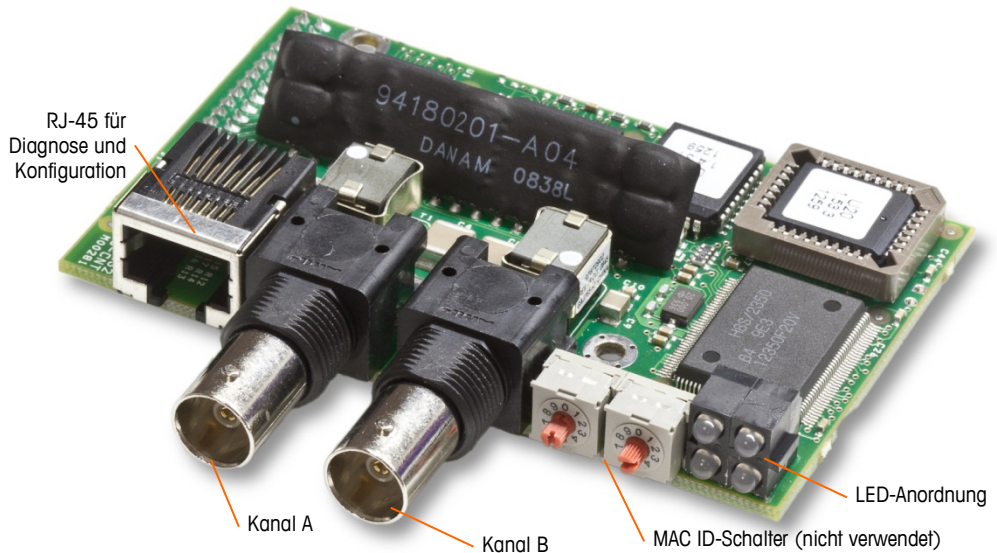
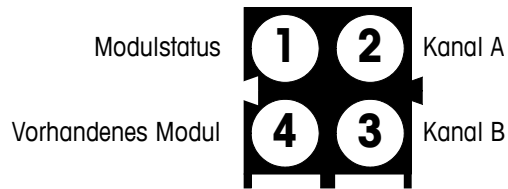

Abbildung 2-99: ControlNet PLC-Modulanschlüsse und Komponenten
Abbildung 2-100: ControlNet-Statusanzeigen-LEDs
Das ControlNet PLC-Modul (Abbildung 2-99) wird über ein oder zwei Koaxialkabel mit dem ControlNet-Netzwerk verbunden (Abbildung 2-100). Kanal B ist mit Kanal A redundant und wird erst dann verwendet, wenn ControlNet kein Signal auf Kanal A erkennt. Beachten Sie, dass die Adresse des Moduls in der Software festgelegt ist und dass die MAC ID-Schalter, die in Abbildung 2-99 dargestellt sind, nicht verwendet werden.
- Es darf **kein** Ethernet-Kabel in den RJ-45-Steckanschluss eingesteckt werden (siehe Abbildung 2-99 links). Das IND780 kann ansonsten beschädigt werden.
Abbildung 2-100 zeigt die Anordnung der Statusanzeige-LEDs auf der ControlNet-Karte (siehe auch Abbildung 2-99). Tabelle 2-15 erläutert die Bedeutung der Anzeigen.